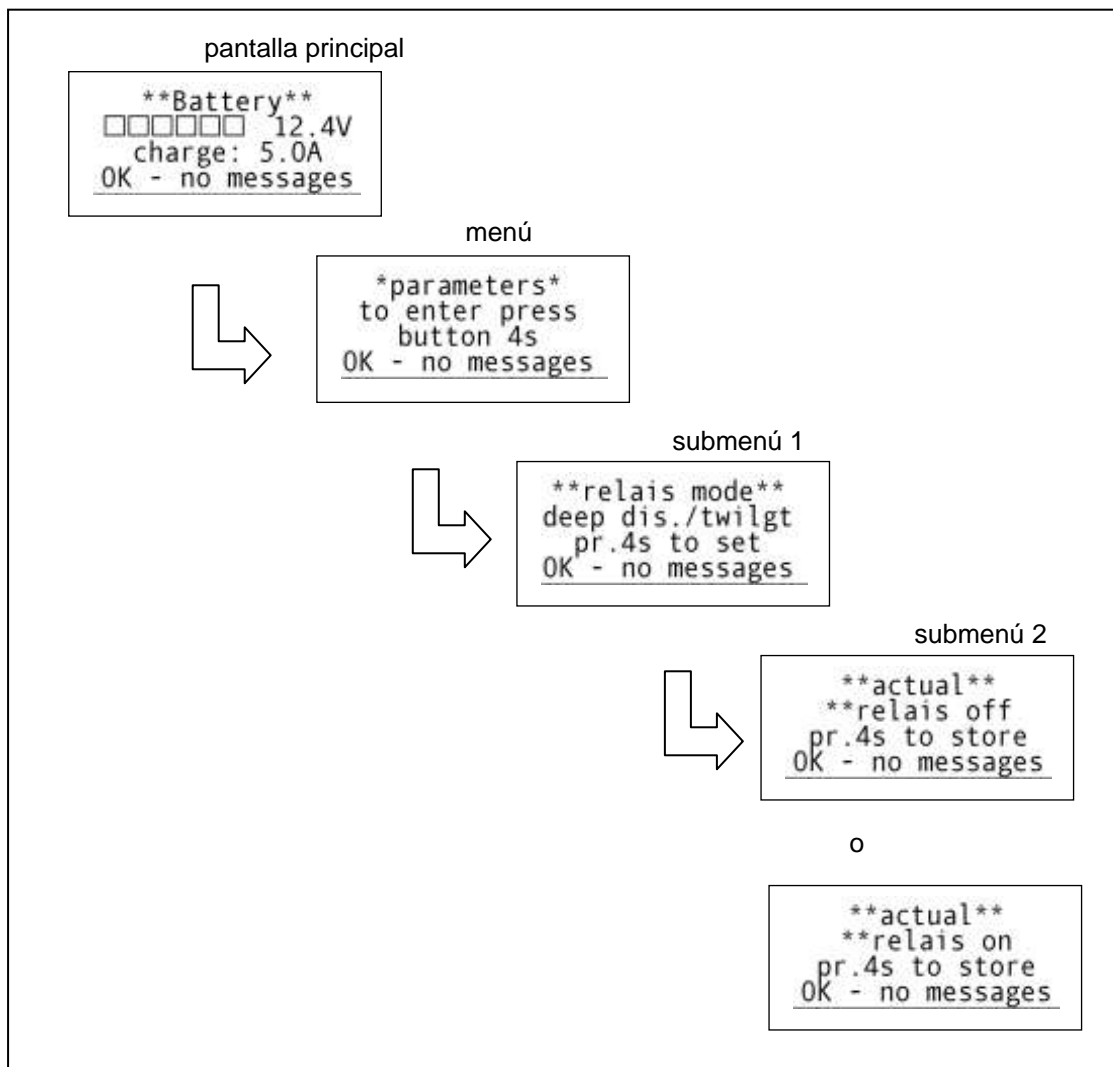

ilustración 8
4.1 Control manual del relé (ilustración 8)